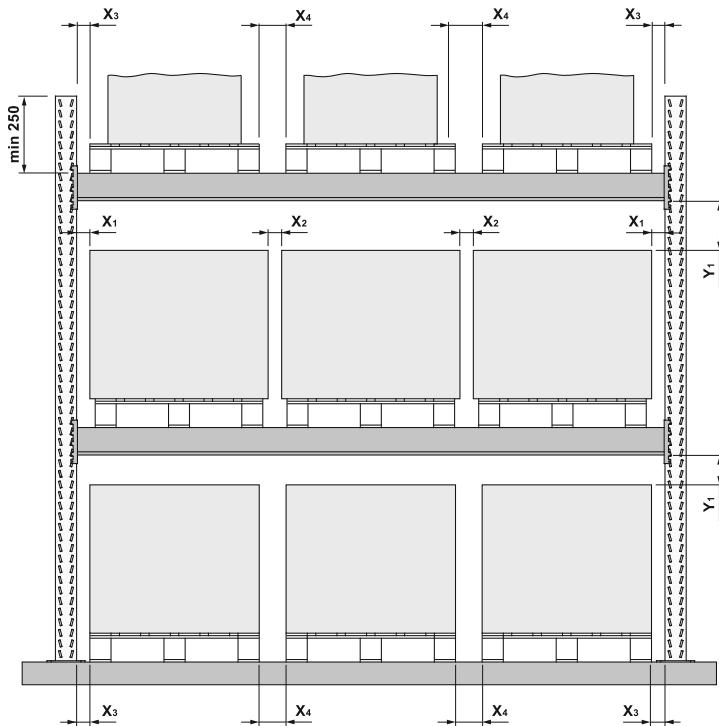

Рисунок 7 - Расположение грузовой единицы на стеллаже
► Не допускается слишком близкое расположение грузовых единиц друг к другу. Расстояния между грузовыми единицами и элементами стеллажа должны быть не менее допустимых значений (рис. 7):